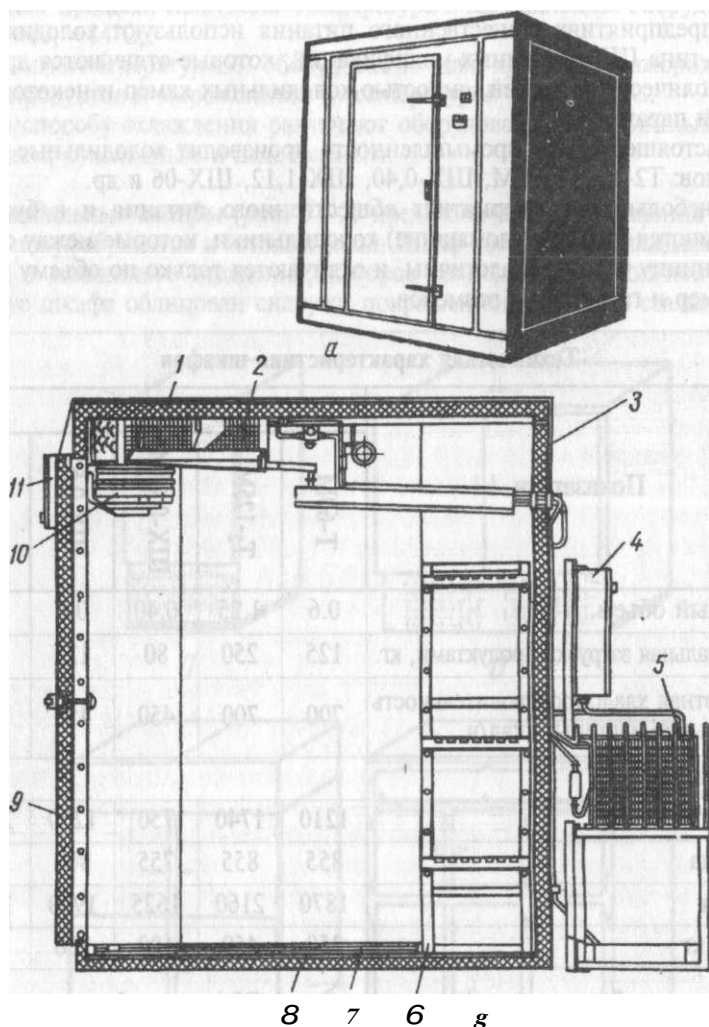

Рис. 15-3. Холодильная камера КХН-2-6М:
*Холодильная камера КХН-2-6М (рис. 15-3)* низкотемпературная, выполнена в виде сборной конструкции панельного типа из десяти щитов.